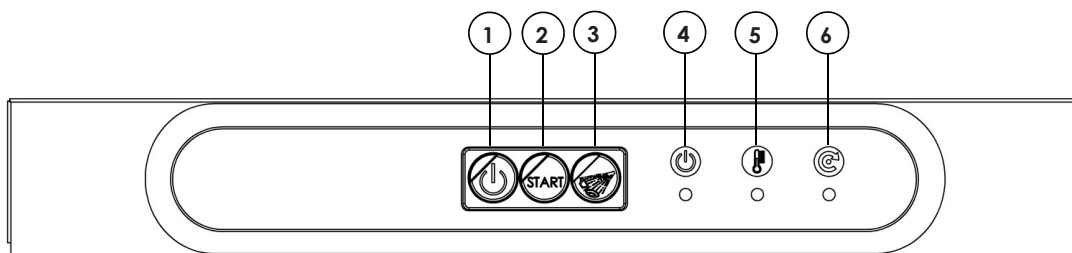
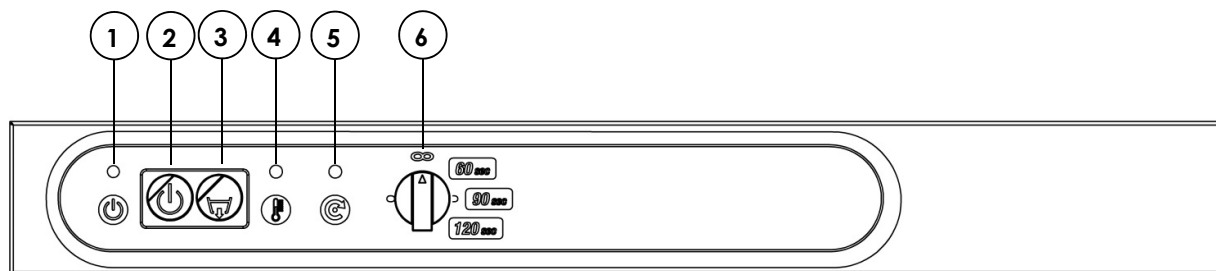

Fig. 14a
Fig. 14c
LAVAVAJILLAS DE CARGA FRONTAL (ref. fig. 14a o 14b)	Lavavajillas de capota (ref. fig. 14c)
6. Lavado	<p>Abra la puerta, introduzca la cesta con la vajilla (asegúrese de que su disposición respeta lo establecido en el apart. 3.4 – SEGUNDA PARTE), cierre la puerta y presione el PULSADOR DE INICIO DEL CICLO (2) para empezar la fase de lavado: el INDICADOR DE CICLO ACTIVADO (6) se enciende.</p> <p>El ciclo termina cuando se apaga el INDICADOR DE CICLO ACTIVADO (6)</p>	<p>Levante la capota, introduzca la cesta con la vajilla (asegurándose que esta respeta lo establecido en el apart. 3.4 – SEGUNDA PARTE), baje la capota y presione la manija de cierre de la capota hacia abajo: el INDICADOR DE CICLO ACTIVADO (5) se enciende.</p> <p>El ciclo de lavado/enjuague inicia de forma automática.</p> <p>El ciclo termina cuando se apaga el INDICADOR DE CICLO ACTIVADO (5)</p>
7. Enjuague suplementario	<p>Si el lavavajillas está preparado para la activación manual del enjuague (fig. 14a) y si desea realizar otro enjuague, pulse el BOTÓN ENJUAGUE MANUAL (3): se realizará un enjuague adicional de 5seg.</p>
1. apague el lavavajillas utilizando el INTERRUPTOR DE ENCENDIDO (1 fig. 14a, 14b o 2 fig. 14c)